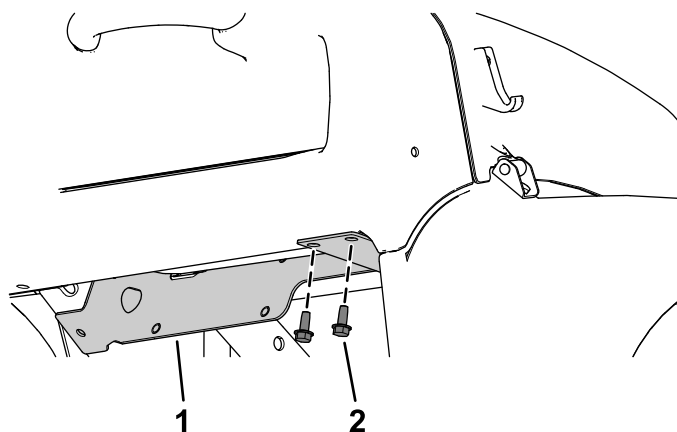

Figura 25
- B. Prenda o lado direito do suporte do aquecedor ao painel de instrumentos utilizando os dois parafusos previamente removidos (5/16 x 3/4 pol.) como se mostra na Figura 25